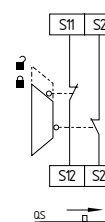

Fig. 16
**Surveillance de protecteur à 2 canaux avec dispositif d'interverrouillage selon ISO 14119 (voir Fig. 16)**